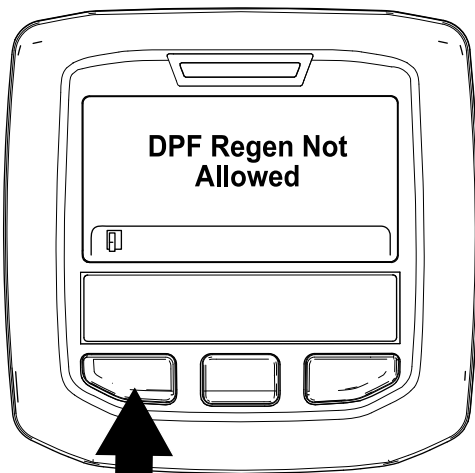

Figura 56
- Se il processo di rigenerazione non è consentito dal computer del motore, viene visualizzato il messaggio "Rigen. FAP non consentita" nell'InfoCenter (Figura 56). Premete il pulsante sinistro per uscire e tornare alla schermata Home.